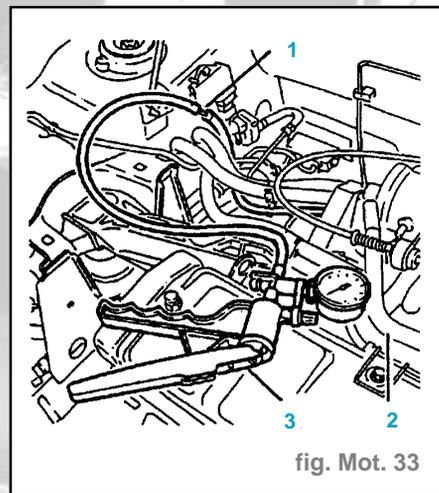

fig. Mot. 33
- Débrancher les tuyauteries (1), (2) (fig. Mot. 33).
- Obturer le tuyau (2).
- Brancher la pompe (3) à l'extrémité de (1).
- Appliquer au régulateur une dépression de **0,5 bar** avec la pompe à vide (fig. Mot. 33).